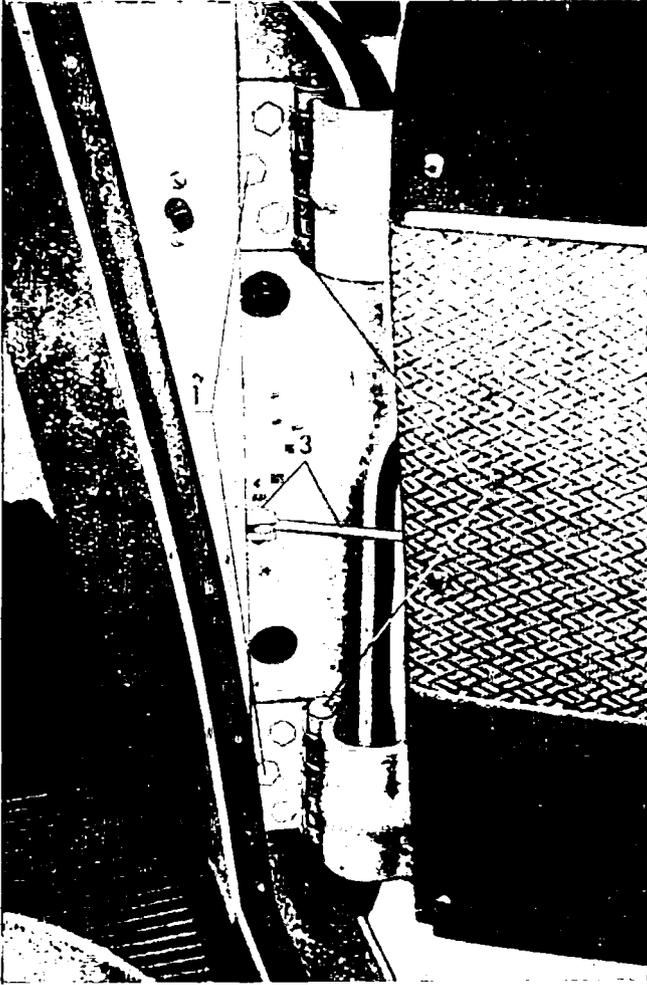

Abb. 17. Ausbau der Tür
Die Tür wird durch Herausschrauben von 3 Schrauben oben und 3 Schrauben unten (1) ausgebaut oder zwecks leichter Verpassung der Tür durch Heraustreiben der Scharnierbolzen (2). Ferner wird der Öffnungsbegrenzer der Tür (3) durch Herausziehen des Splintes freigemacht (Abb. 17).